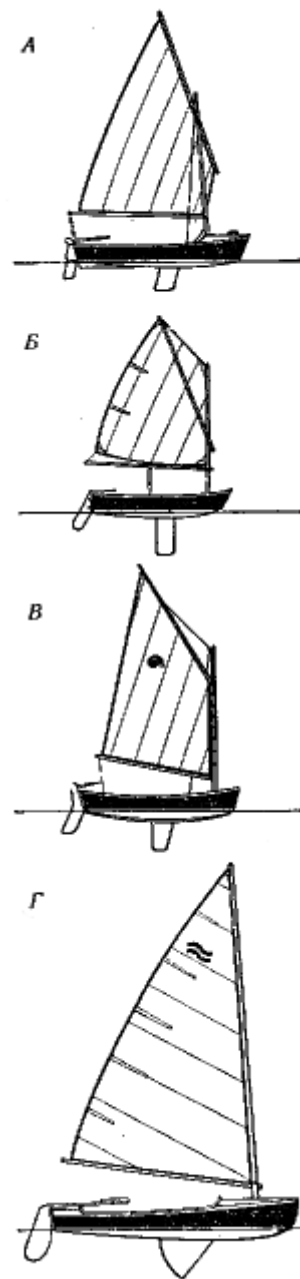

Рис. 12. Кэты:
Четырехугольный **гафельный парус** (рис. 12, в и 13, а) имеет **гафель**-наклонное рангоутное дерево, одним концом упирающееся в мачту. К гафелю крепится верхняя шкаторина (кромка) паруса. Передняя шкаторина паруса крепится к мачте, а нижняя - к **гику**, горизонтальному рангоутному дереву, которое при помощи вертлюга (шарнира) соединено с мачтой. Разновидностью гафельного паруса является парус **гуари** с очень длинным гафелем (часто длиннее гика и даже мачты), стоящим почти вертикально.
На маленьких яхтах, преимущественно на открытых парусных тузиках-динги, иногда ставят **рейковые** или **шпринтовые** паруса. У них гафель заменяется **рейком**, к которому привязывается верхняя шкаторина паруса, а его передний конец свободно выходит вперед за мачту (рис. 12, а), или **шпринтом** - шестом, который растягивает парус, упираясь нижним концом в мачту, а верхним - в угол паруса по диагонали, как на детском швертботе «Оптимист» (рис. 12, б).
**Бермудский парус** (рис. 12, г) не имеет гафеля, что облегчает его постройку. Передняя шкаторина его крепится к мачте, а нижняя, как и у гафельного паруса, - к гика.
В СССР и в большинстве европейских стран кэт (**рис. 12**)-господствующее вооружение гоночных швертботов-одиночек, управляет которым один человек (например, швертботы классов «ОК», «Оптимист» и «Финн»).
Швертботы-одиночки класса “Финн” (см. рис. 12, г) очень распространены (конструктор швед Р. Сарби — 1950 г.).